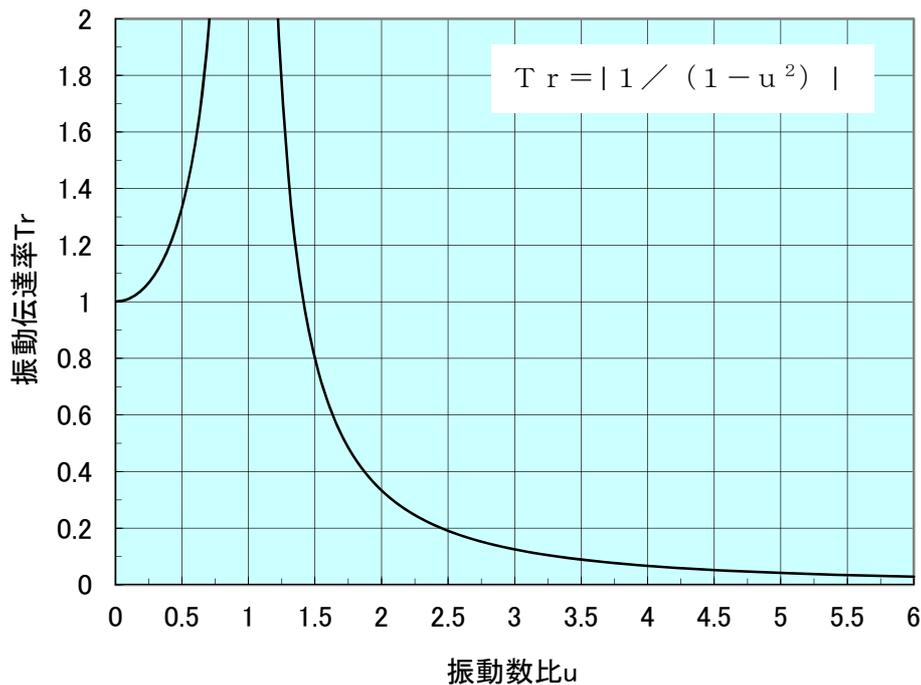

図1
2. 設定した振動伝達率  $Tr$  から振動数比  $u$  を図1より求めます。